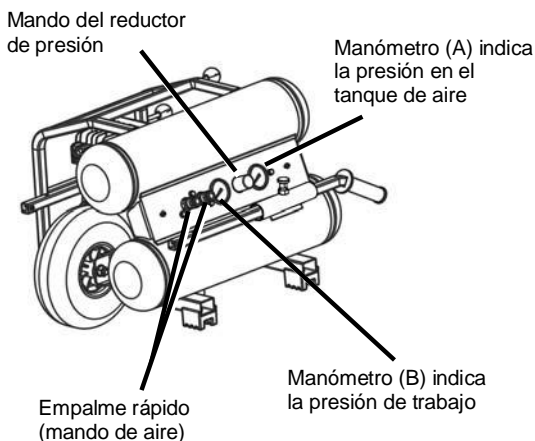

Fig.9
Desenganche el mando del reductor de presión tirando de él hacia arriba, y ajuste la presión hasta el nivel requerido girándolo hacia la derecha para aumentar y hacia la izquierda para reducirla. Existe un manómetro (B) para saber cuando se ha alcanzado la presión requerida. Cierre el mando empujándolo firmemente hacia abajo (consulte la Fig.9).